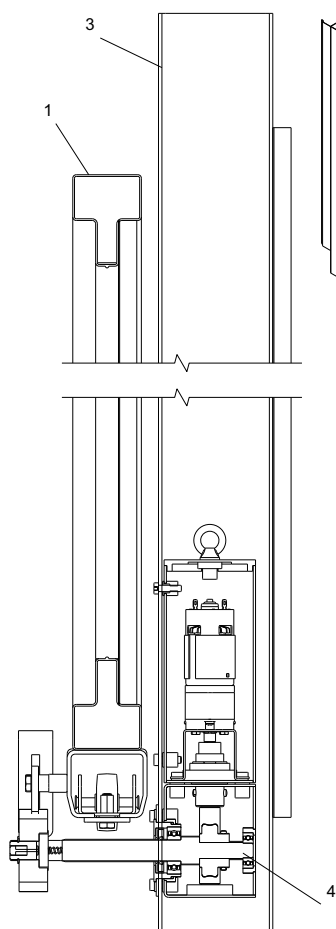
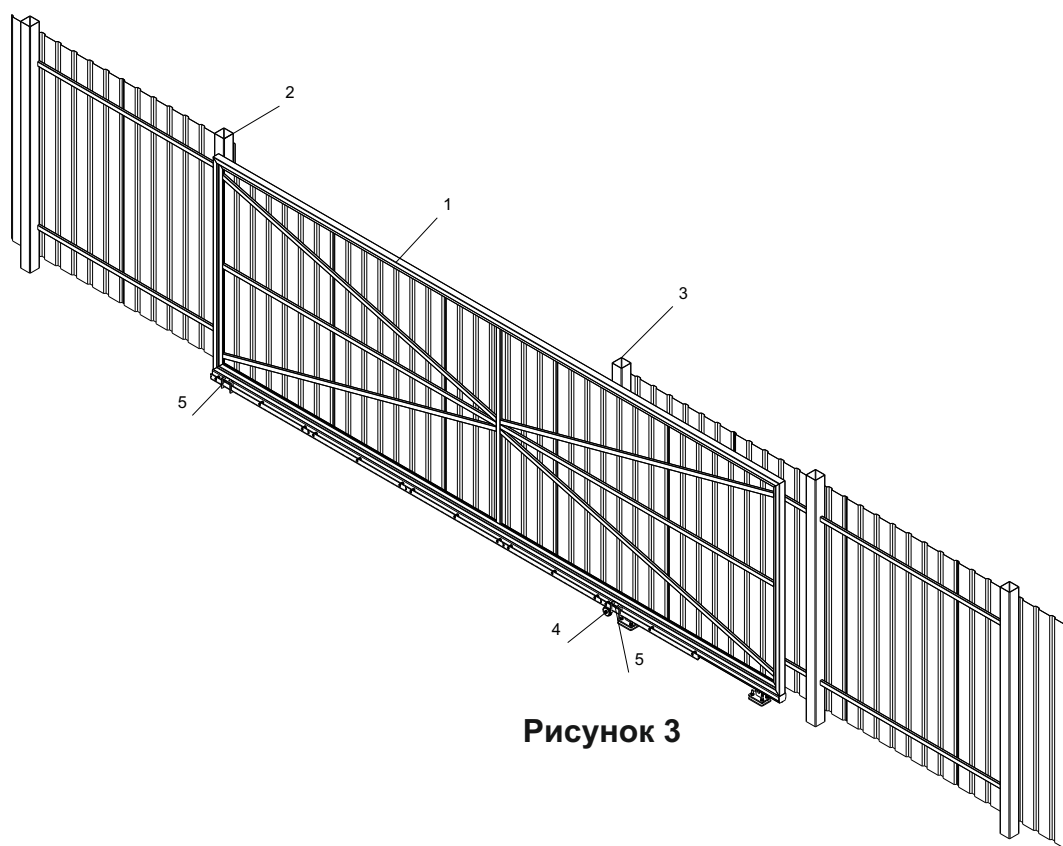

Рисунок 2
Рисунок 3
- Система автоматизации (Рисунок.2, Рисунок.3) помимо привода (4) установленного внутрь столба (3) включает в себя упоры (5) ограничивающие перемещение створки ворот или шлагбаума (1), блок электронного управления, различные системы сигнализации работы (сигнальные лампы и т.п.), системы безопасности (фотоэлементы) , пульты управления и т.п.